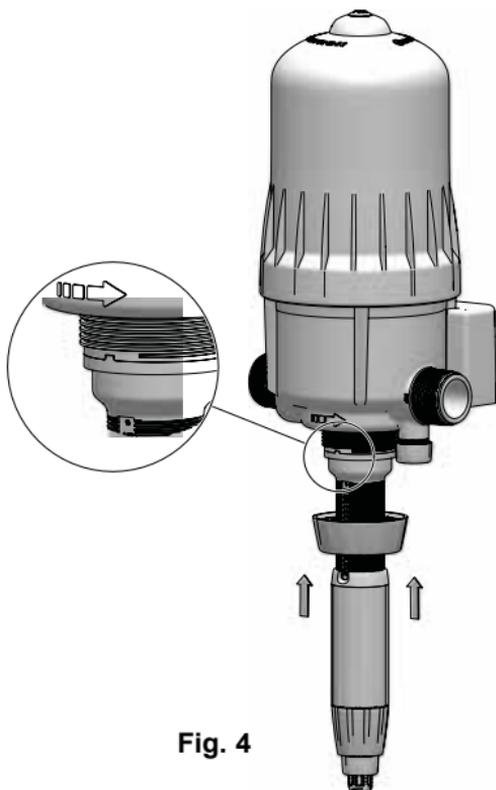

Fig. 4
- Si es necesario, para visualizar mejor las clavijas, desenroscar la tuerca de ajuste hasta la mitad. (Fig. 4)